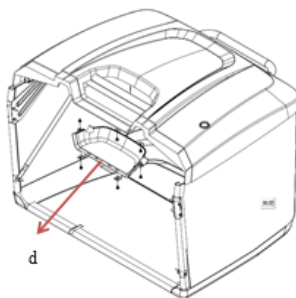

Fig.7G
4. Instalați placa de acoperire a mânerului (d) în ansamblul capacului superior, de jos în sus și fixați-o cu șuruburi autofiletante (Fig.7G).